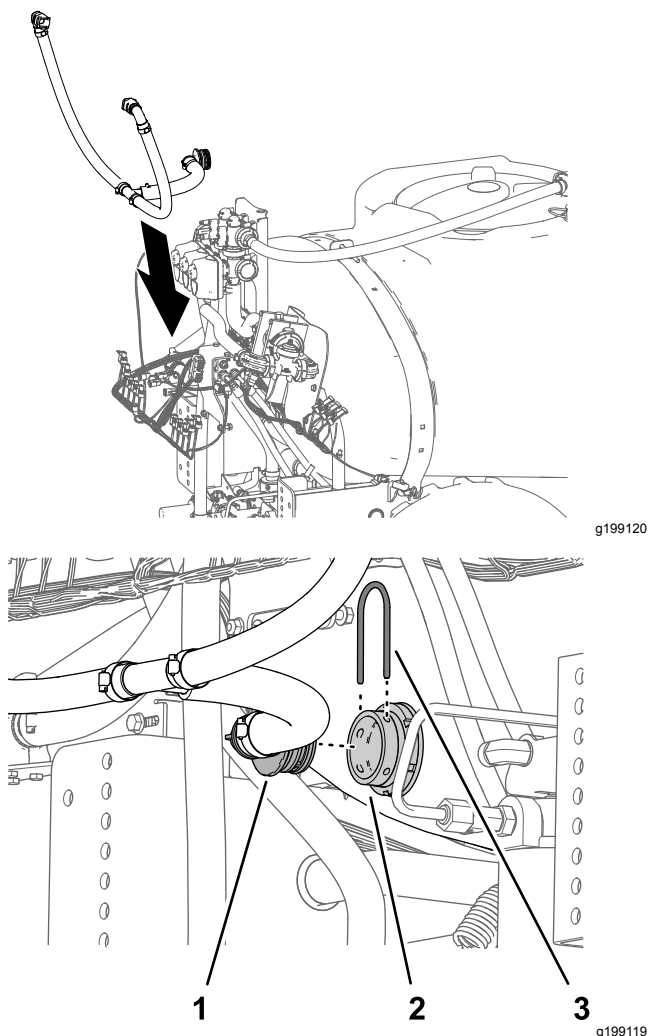

Рисунок 92
1. Совместите узел перепускного шланга с баком опрыскивателя (Рисунок 92).